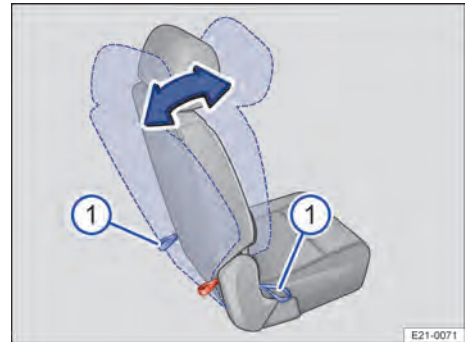

Abb. 70 Zweite Sitzreihe: Neigung der Sitzlehne einstellen.
ten oder seitlich am Sitz nach vorne ziehen → Abb. 70 ①.